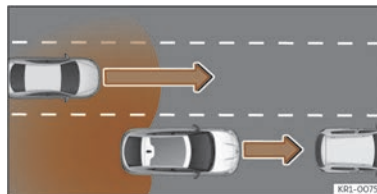

Fig. 154 Dépassement en présence de trafic à l'arrière du véhicule.
- Lorsque le véhicule est dépassé par un autre véhicule >>> **fig. 154**.